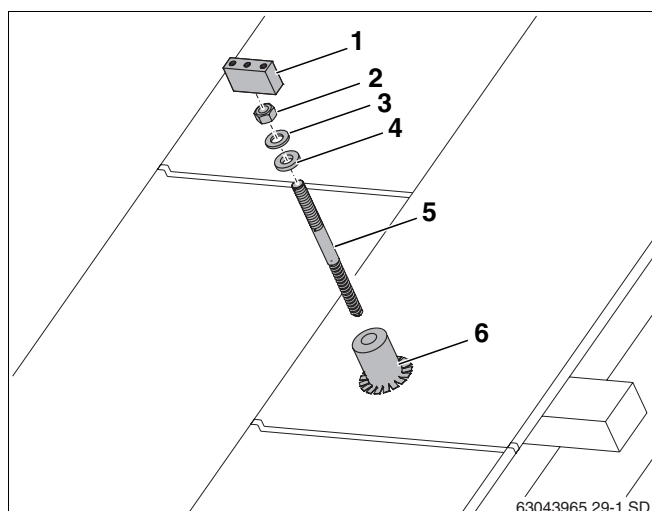

Fig. 27 Montaje sobre cubierta de chapa
En lugar de los ganchos de tejado deben montarse tornillos de doble rosca (fig. 27, **pos. 5**) para fijar los perfiles guía. Al realizar el montaje, respete las distancias (w, x e y) de los tornillos de doble rosca (tab. 5 y tab. 6, pág. 16).
Para garantizar la impermeabilidad del tejado, durante la instalación debe soldar los casquillos (fig. 27, **pos. 5**) para los tornillos de doble rosca (fig. 27, **pos. 6**) sobre el tejado de chapa.